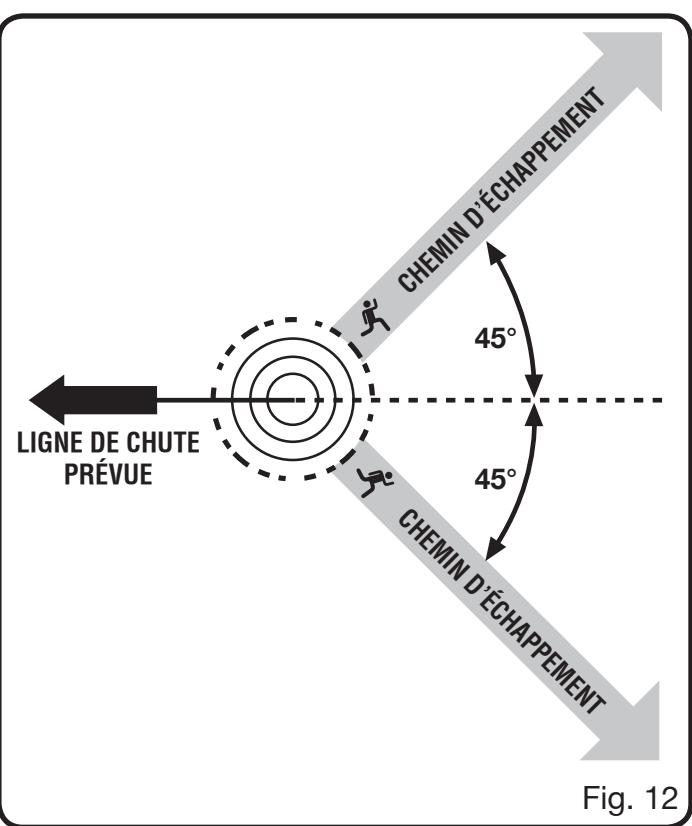

Fig. 12
Voir les figures 12 à 15.
- Avant de commencer une coupe, déterminer un chemin d'échappement (ou plusieurs au cas où le chemin prévu serait bloqué) déblayer les environs immédiats et s'assurer qu'aucun obstacle se trouve sur le chemin d'échappement prévu. Les trajectoires sécuritaires du chemin d'échappement doivent se situer à l'arrière et en diagonale (45°) à l'arrière de la ligne de chute prévue. Lorsque l'arbre commence à tomber, il faut s'écartez de la ligne de chute et suivre le chemin d'échappement et s'éloigner d'au moins 6 m (20 pi) du tronc au cas où l'arbre rebondirait sur la souche. Voir la figure 12.